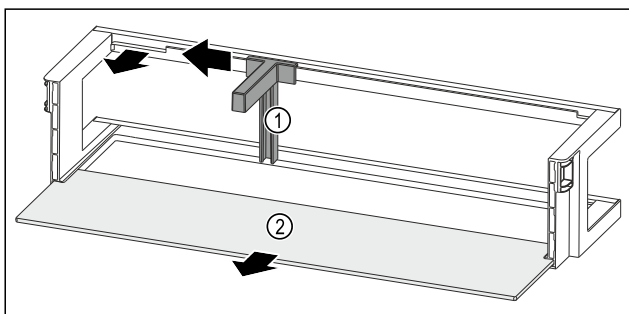

Fig. 164 Dørhylde med flaskeholder og hylde
- ▶ Skub flaskeholderen Fig. 164 (1) til siden indtil udsparringen.
- ▶ Tag flaskeholderen Fig. 164 (1) ud.
- ▶ Tag hylden Fig. 164 (2) ud.